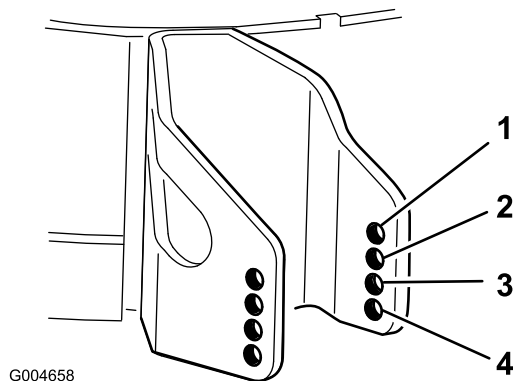

图9
4. 选择一个孔使防刮滚筒被放置到离对应所需剪草高度最近的位置图9。